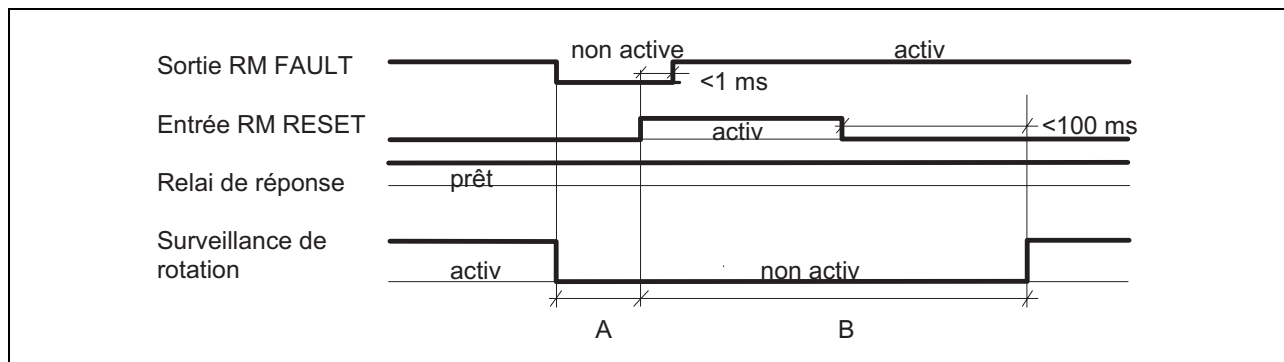

Figure 3-4 Temps de signal RM RESET
- Temps de signal pour RM RESET voir figure 3-4. La surveillance de rotation est mise hors service dans le domaine temporel "A", le moteur peut cependant être mis en marche. Le moteur ne doit pas être en marche dans le domaine temporel "B",